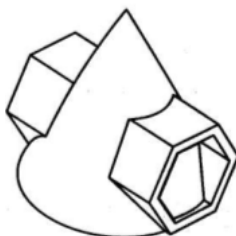

Рис.130
30. Для ориентации Изометрия модель имеет вид рис.130.